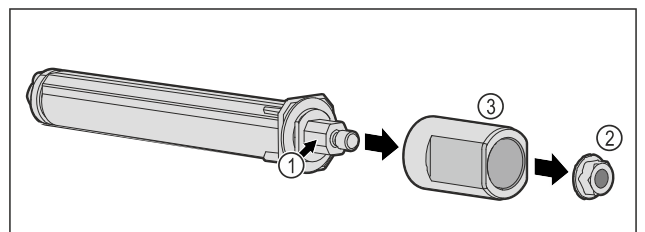

Fig. 54
- ▶ Neizjauciet durvju slēgšanas sistēmu Fig. 54 (1).
- ▶ Noņemiet uzgriezni Fig. 54 (2).
- ▶ Noņemiet čaulu Fig. 54 (3).